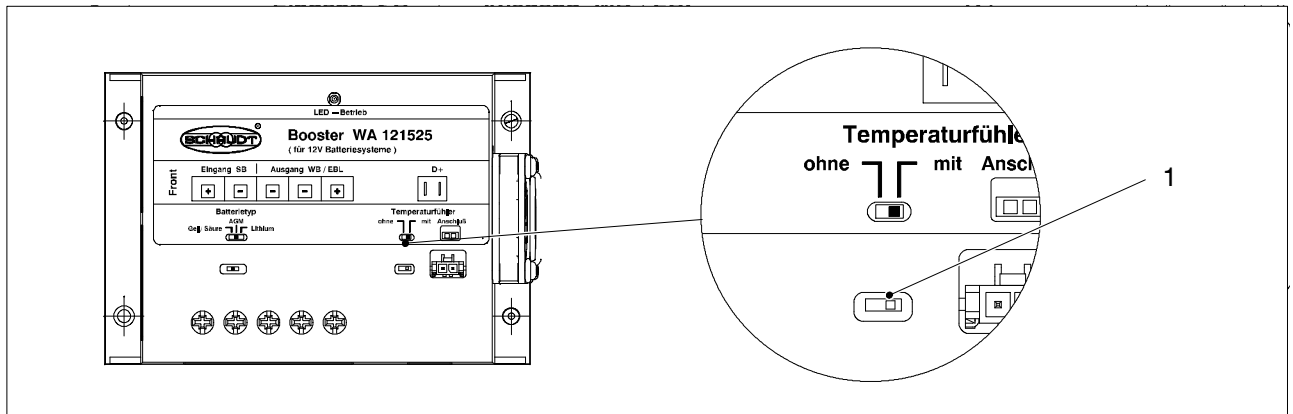

Bild 7 Temperaturfühler: Anschluss und Einstellung
- ▶ Stecker am Booster einstecken (Bild 7, Pos 1).
- ▶ Schiebeschalter am Booster einstellen (Bild 7, Pos 2):
Bei angeschlossenem Temperatursensor: Kabel des Sensors unterbrochen.	Stecker Temperaturfühler abziehen und Schalter Bild 7 Pos. 2 in Position "ohne" stellen; danach Kundendienst aufsuchen.